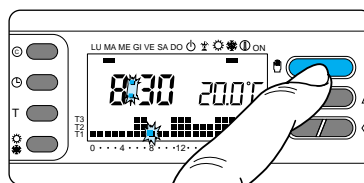

Fig. 45
8.7 - Terminata la programmazione, per ritornare immediatamente al giorno e all'ora in corso, premere il pulsante  (fig.45); in ogni caso, questo avviene